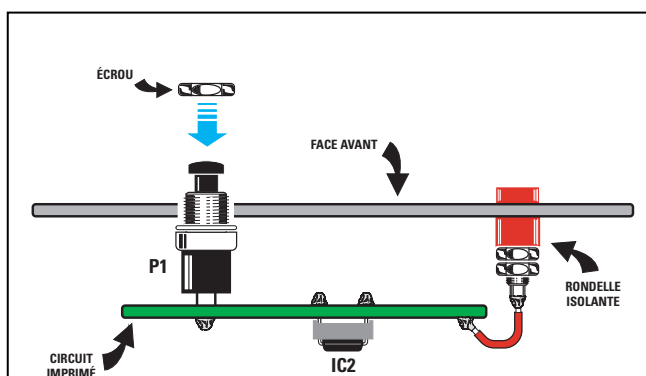

Figure 522 : Le circuit imprimé sera maintenu sur la face avant de l'appareil à l'aide des écrous du pusher P1 et de l'interrupteur S1.
**Figure 516 :** Le circuit imprimé sera directement fixé sur la face avant du boîtier par l'intermédiaire des écrous du poussoir P1 et de l'interrupteur S1 (voir figure 522). On placera, sur le côté droit du panneau, le voltmètre de 5 volts à fond d'échelle.
Avant d'insérer les trois douilles D, G et S, dans le panneau du boîtier, vous devez d'abord retirer les deux écrous ainsi que la rondelle en plastique. Après avoir inséré le corps de la douille dans le panneau, vous devez insérer à nouveau la rondelle isolante et fixer le tout à l'aide des écrous (voir figure 522).